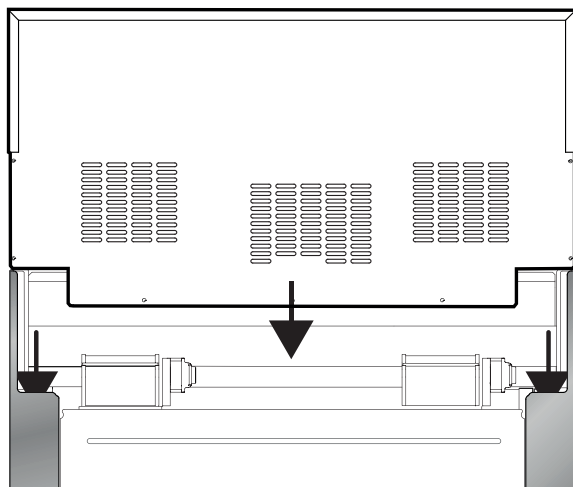

Figure 16 : Installation du dossieret
3. Alignez le panneau arrière du nouvel accessoire avec les brides des coins arrière droit et gauche des panneaux latéraux de la cuisinière. Le dossieret s'insère dans les canaux de guidage situés à l'arrière de la cuisinière (Figure 16).